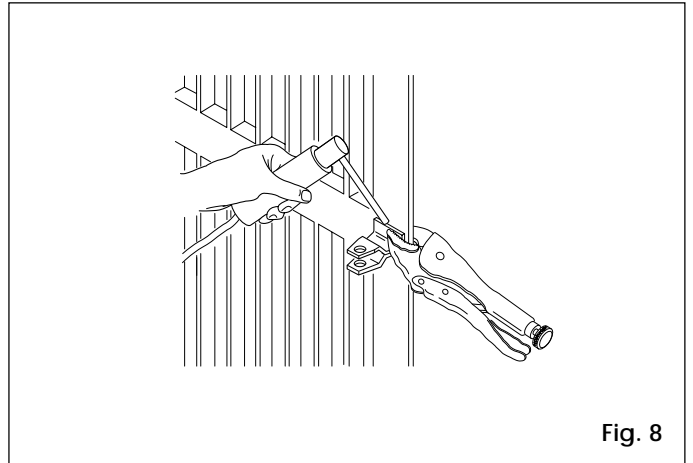

Fig. 8
11) Soldar de manera definitiva en la hoja el elemento de fijación anterior. Para esto, separar momentáneamente del elemento de fijación el actuador, para evitar que escorias de soldadura puedan dañarlo (Fig. 8).